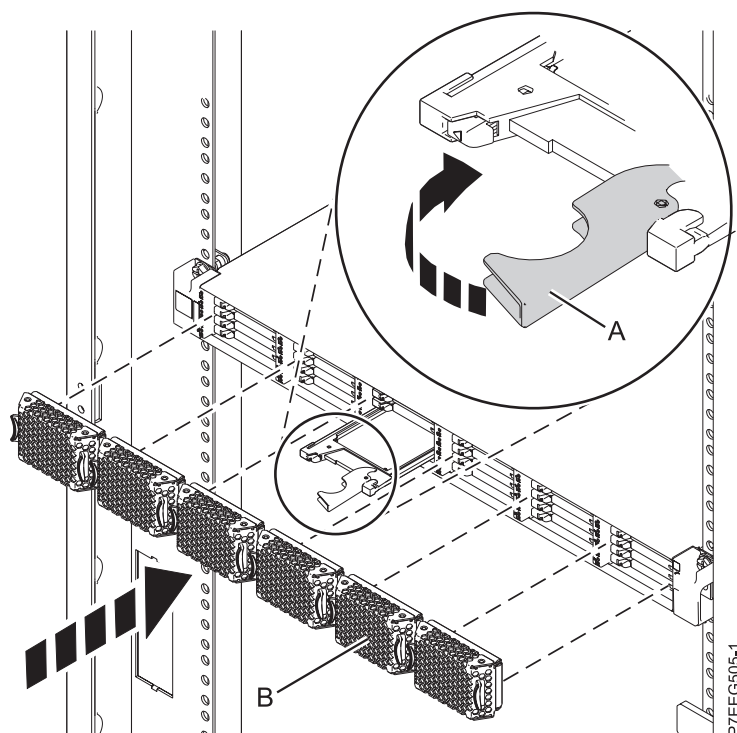

Figura 42. Substitució d'una unitat d'estat sòlid a Allotjament d'emmagatzematge EDR1 PCIe.
4. Quan el LED d'identificació de la unitat d'estat sòlid es torni sòlid, feu lliscar tota la unitat d'estat sòlid cap a Allotjament d'emmagatzematge EDR1 PCIe fins que quedi ben encaixada. A continuació, feu girar la nansa (A) fins a la posició de bloqueig. Consulteu Figura 42.
6. Instal·leu la tapa bisellada (B).